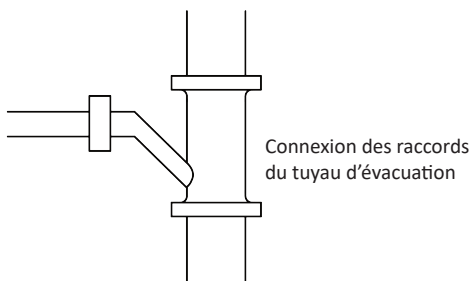

Fig. 4.13
- 8 Le tuyau horizontal peut être raccordé au tuyau vertical au même niveau ; choisissez le mode de raccordement tel qu'indiqué sur les Fig. 4.13 à 4.15.
- ① : Raccordement des joints de tuyaux de drainage (Fig. 4.13)